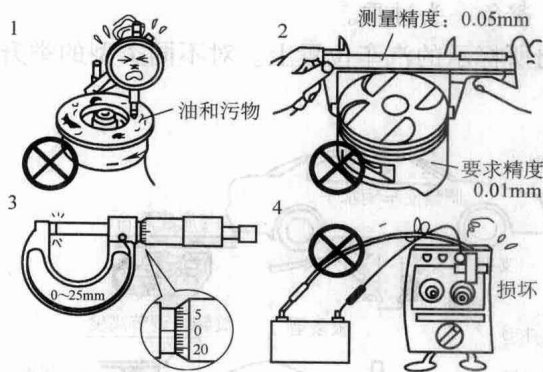
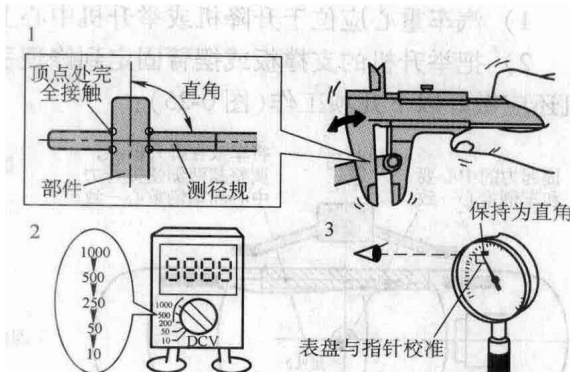

图 0-21 测量仪器使用前的检查要点
图 0-22 测量仪器使用时的注意要点
1) 测量仪器使用前的检查要点(图 0-21):
- ① 清洁被测部件和测量仪器：废物或机油可能导致测量值的误差。测量前应清洁表面。
- ② 选择适合的测量仪器：按照要求的精度水平选择测量仪器。
- ③ 零校准：检查零刻度是否对准其正确的位置。零校准是正确测量的基础。
- ④ 测量仪器的维修：定期地进行维修和校准。如果坏了切勿使用。
2) 测量仪器使用时的注意要点(图 0-22):
- ① 测量仪器应与被测零件呈直角：朝向被测零件移动测量仪器的同时，压紧测量仪器与零件呈直角。
- ② 使用适当的量程：当测量电压或电流时，从高量程开始再往下调。从量程合适的表盘上读出测量值。
- ③ 读取测量值时确保你的眼睛视线与表盘和指针成直角。